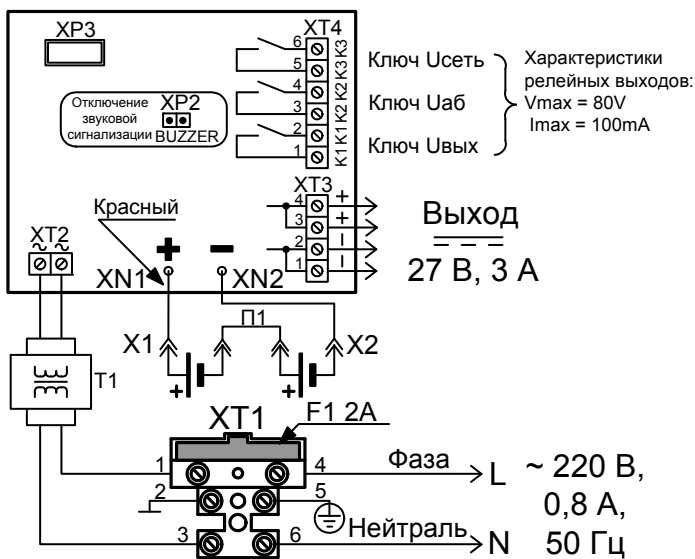

Рисунок 1 Схема подключения РИП
1.2.15 РИП обеспечивает возможность отключения звуковой сигнализации путём снятия переключки с разъёма ХР2 (расположение разъёма показано на Рис. 1).
Внимание! При подключении внешнего питающего напряжения 220 В к сетевой колодке необходимо соблюдать правильность подключения проводов «фаза» и «нейтраль». Подключение производить в соответствии с рисунком, расположенным на внутренней стороне корпуса или в соответствии с Рис. 1 данной этикетки.
- подключить нагрузку к выходной клеммной колодке, соблюдая полярность (ХТ3/1,2 – «-», ХТ3/3,4 – «+», см. Рис. 1).
ж) При необходимости организации дистанционной сигнализации наличия сетевого напряжения, выходного напряжения и напряжения батареи подключить выходы оптореле К1, К2 и К3 к шлейфам сигнализации приборов согласно Рис. 1. Состояния цепей оптореле приведены в Таблице 1.